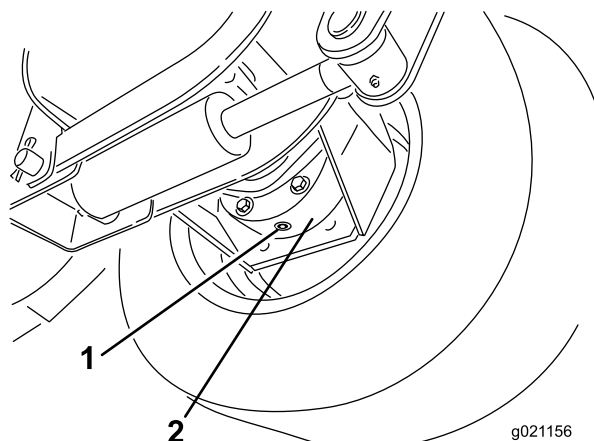

Figura 75
3. Coloque un recipiente debajo del alojamiento del freno, retire el tapón y deje que se drene el aceite (Figura 75).